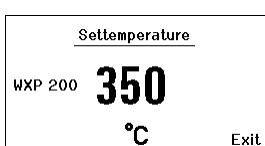

Fig. 10
1. Hold den ønskede valgtast (**10**) nede i 3 sekunder. Visningen skifter til nominel temperatur (se fig. 10).